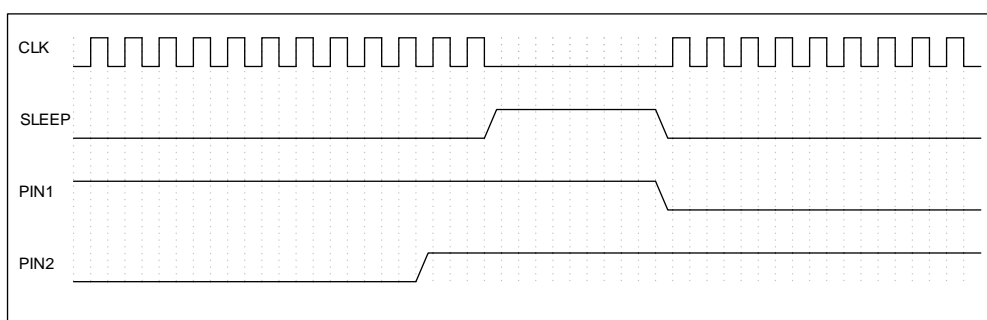

图 6-2 端口唤醒示意图
- 浅睡眠模式下，可指定任意 IO 进行唤醒操作。示意图如图 6-2 所示。